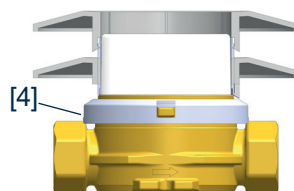

Abb. 7
- 2.15. Zähler mit dem Sicherungsring [4] plombieren (Abb. 7).
- 2.18. Rosette und sofern durch große Einbautiefe erforderlich, eine bis drei Verlängerungshülsen aufstecken (Abb. 7).